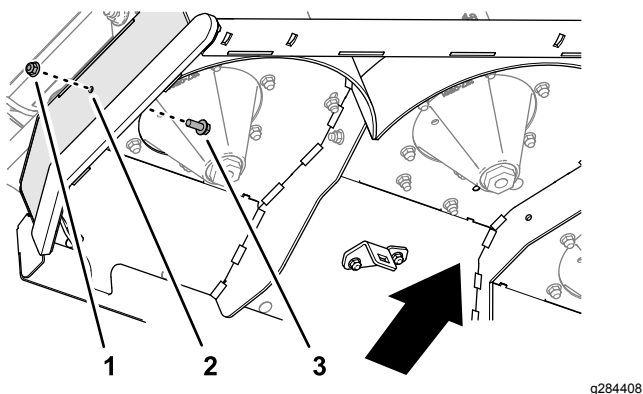

Figura 45
5. Montate una vite a testa cilindrica flangiata ($\frac{3}{8}$ " x 1") nel foro da 10 mm nel piatto di taglio (Figura 45) e fissate le viti a testa cilindrica con il dado di bloccaggio flangiato ($\frac{3}{8}$ ") che avete rimosso al punto 4.